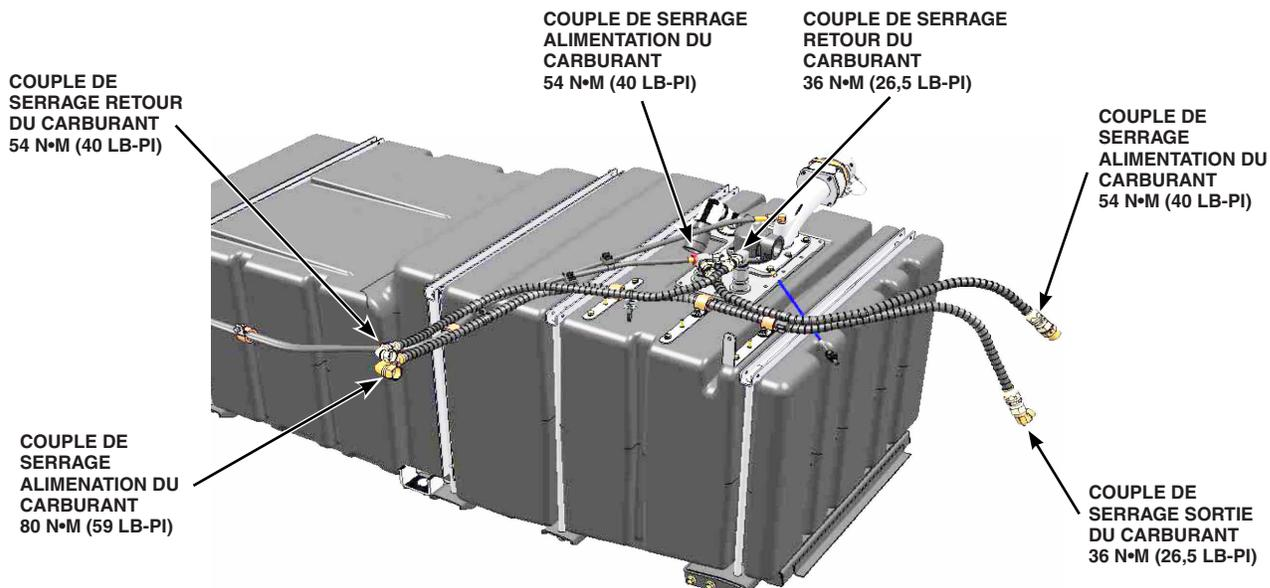

Figure 6 - Couple de serrage des conduites du carburant
5. Brancher les diverses conduites de carburant sur les bons raccords du réservoir. Appliquer du scellant à filet (de type Loctite 565 blanc). Installer et serrer les conduites du carburant aux couples de serrage indiqués en Figure 6.